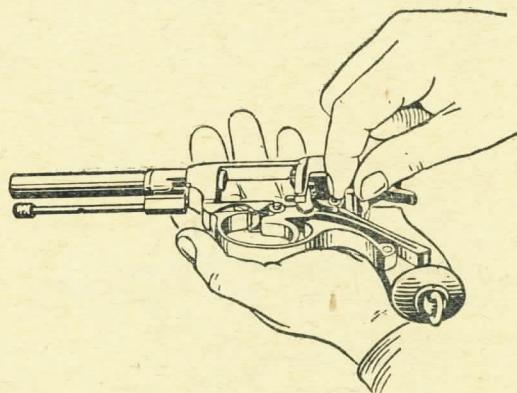

Рис. 32. Как ввинтить соединительный винт
6) ввинтить соединительный винт: положить револьвер на ладонь левой руки, как указано на рис. 32; правой рукой (без отвертки) ввинтить соединительный винт в нарезное гнездо над верхним пером боевой пружины;